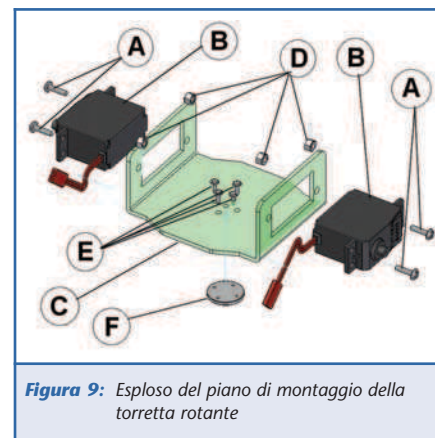

Figura 9: Esploso del piano di montaggio della torretta rotante
Come potete notare dalla **figura 9** ci sono gli stessi dadi autoserranti di M3 (D) e le viti metriche M3 (A) con i quali avviene il fissaggio degli attuatori (B), alle pareti dei lembi piegati a 90 gradi della torretta (C).
Descrizione componenti di figura 9